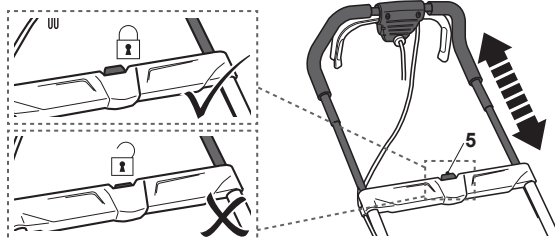

Fig. 11
NOTA: Certifique-se de que o botão de desbloqueio (5) encaixa na posição após o ajuste. Não utilize o produto em nenhuma outra posição intermédia (Fig. 11). Pressione ou puxe sempre a pega superior de forma suave. **NÃO** use força súbita.